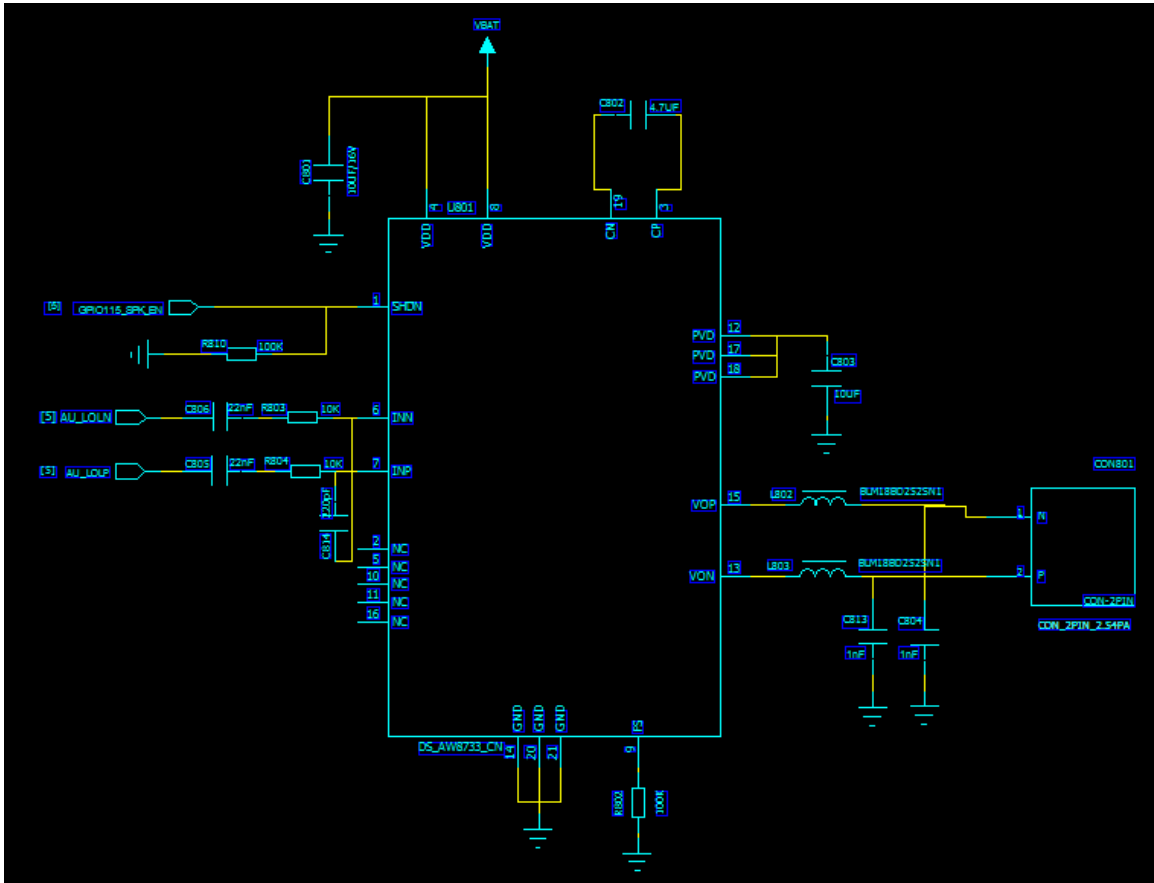

图 3-7
■ AU_SPK1P/ AU_SPK1N 用于音频 PA 的输入, XY5501 的核心板内部无音频功放, 因此需要外部加音频功放电路, 其典型应用电路如图 3-7 所示。